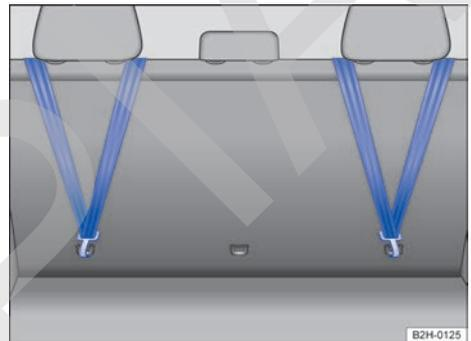

Fig. 74 En la parte posterior del respaldo del asiento trasero: cinturón de fijación superior enganchado.
- Enganche el cinturón de fijación superior en la argolla de sujeción correspondiente → fig. 74.